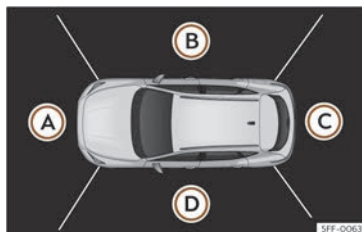

Fig. 156 Visualización do sistema de visión periférica: perspectiva aérea.
>>> **fig. 156:**
Combinando as imaxes de todas as cámaras xérase a perspectiva aérea >>> **fig. 156**. A perspectiva aérea pódese seleccionar premendo sobre o vehículo dentro da zona.
Premendo sobre as distintas áreas >>> **fig. 156** (A) a (D) da perspectiva aérea ou da perspectiva aérea reducida, pódese seleccionar e fixar a vista correspondente, quedará destacada en cor laranxa.